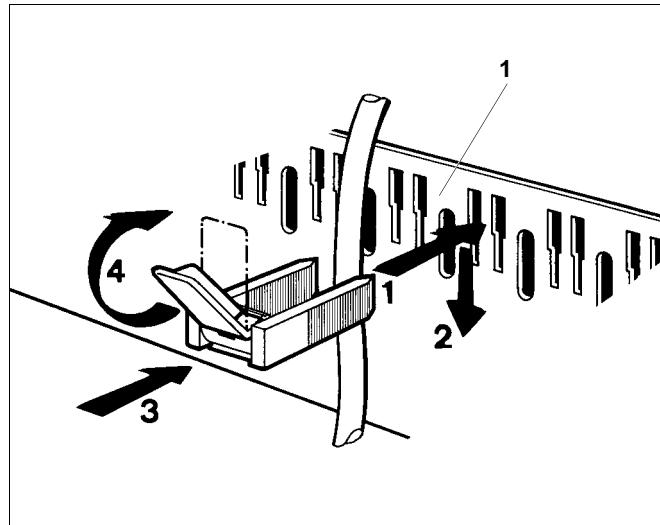

Рис. 16 Крепление провода хомутом
- Вставьте хомут с вложенным в него проводом сверху в щели рамки (рис. 16, поз. 1); пластина рычага при этом должна быть направлена вверх (рис. 16, шаг 1).
- Сдвиньте хомут вниз (рис. 16, шаг 2).
- Нажмите (рис. 16, шаг 3).
- Поверните рычажок вверх (рис. 16, шаг 4).